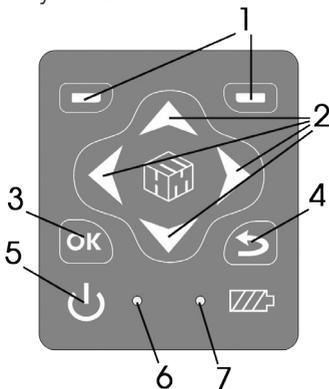

Рисунок 4
4.3.1. На клавиатуре блока НТМ-Терминал расположены (рисунок 4):
5.6. Выбор пункта контекстного меню осуществляется с помощью левой или правой контекстной кнопки 1 (рис. 4)
- вставьте штекер зарядного устройства в ответную часть разъема 2 (рис. 4);
- убедитесь, что загорелся индикатор 7 (рис. 4), который свидетельствует о начале заряда батареи;
- оставьте блок НТМ-Терминал подключенным к зарядному устройству до прекращения свечения индикатора 7 (рис. 4);
- одновременно с окончанием процесса заряда, индикатор «заряд аккумуляторной батареи» 7 (рис. 4) погаснет;
Если в процессе заряда аккумуляторных батарей произошел какой-либо сбой, индикатор 7 (рис. 4) будет мигать. В этом случае необходимо отсоединить блок питания от сети 220 В, и выдержав паузу (1 мин.), снова включить блок питания в сеть 220 В. В случае многократного повторения сбоя процесса заряда, необходимо обратиться в сервисный отдел ООО «НТМ-Защита» (контактная информация доступна на сайте www.ntm.ru).
6.4.3. При наличии в комплекте поставки блока НТМ-Терминал включить его. Для этого необходимо нажать и удерживать не менее 3 с кнопку 5 (рис. 4). При этом должен загореться индикатор 6 (рис. 4), обозначающий включенное состояние блока НТМ-Терминал.
6.4.4. На клавиатуре блока НТМ-Терминал нажать правую контекстную кнопку 1 (рис. 4) «**далее**» для перехода в «**главное меню**». С помощью кнопок  и  перейти к пункту меню «**подключения**» и нажать кнопку . При этом осуществится переход в меню «**подключения**» к пункту «**список**» (рис. 7).